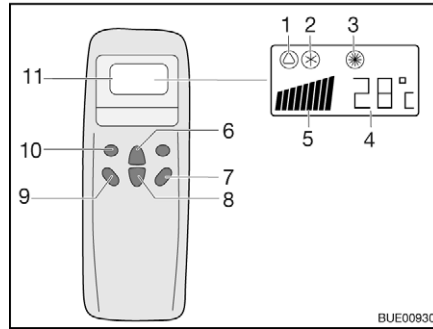
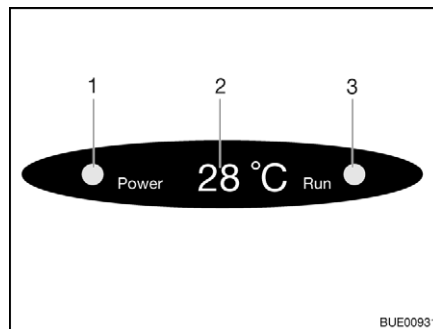

Bild 125 Fernbedienung
Bild 126 Anzeige am Diffusor
- Die Taste "ON/OFF" (Bild 125,7) drücken.
- Die Taste "Mode" (Bild 125,10) so oft drücken, bis die gewünschte Betriebsart (Bild 125,1, 2 oder 3) auf dem Display angezeigt wird. Die entsprechende Kontroll-Leuchte auf der Anzeige am Diffusor (Bild 126,3) leuchtet.
- Mit den Tasten Temperaturerhöhung (Bild 125,6) oder Temperaturverminderung (Bild 125,8) die gewünschte Temperatur einstellen.
- Mit der Taste Lüfterdrehzahl (Bild 125,9) die gewünschte Lüfterstufe wählen.